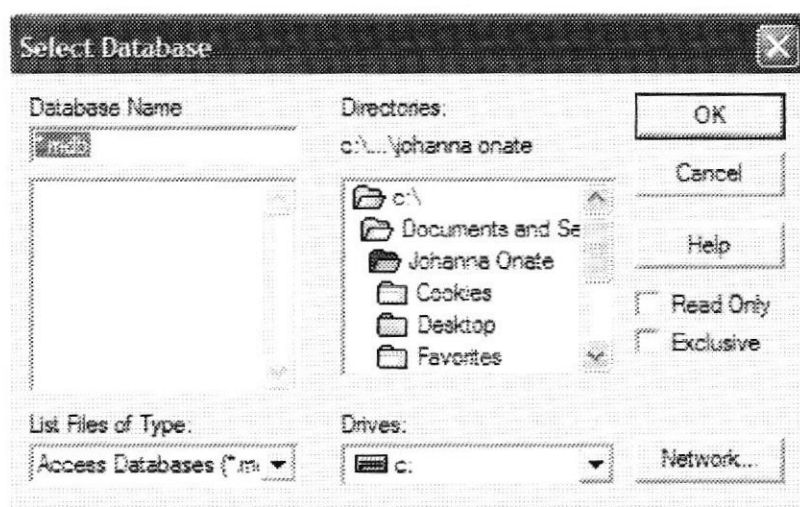

Figura 4.4. Eligiendo la ruta de la Base.
6. Ingrese una descripción para ello deberá de escoger el servidor donde se encuentre la base de datos dando clic donde elijará la ruta de la base como se lo muestra a continuación en la figura 4.4.